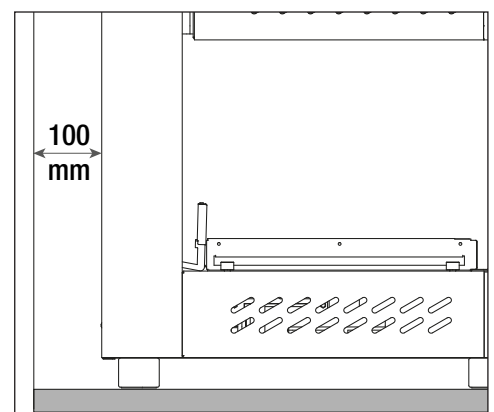

Bild. 2
- Bei Tischmontage ist ein Sicherheitsabstand zur Wand von mind 100 mm einzuhalten (Bild 2).